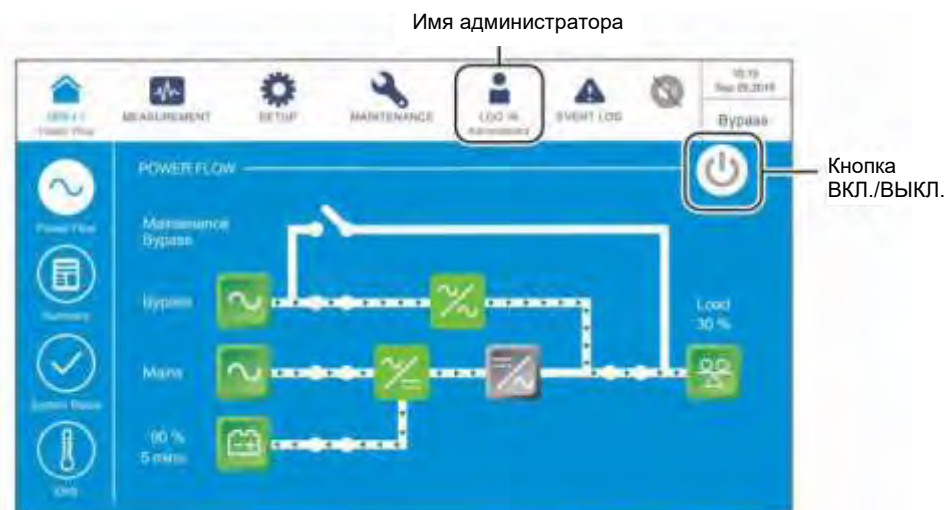

Рисунок 6-29: Главный экран: расположение кнопок имени администратора и ВКЛ./ВЫКЛ.
- в) Войдите в систему как **Администратор**. Для получения пароля **Администратора** свяжитесь с персоналом по техническому обслуживанию. После входа в систему убедитесь, что вход произошел под именем **Администратора** (см. **Рисунок 6-29**).